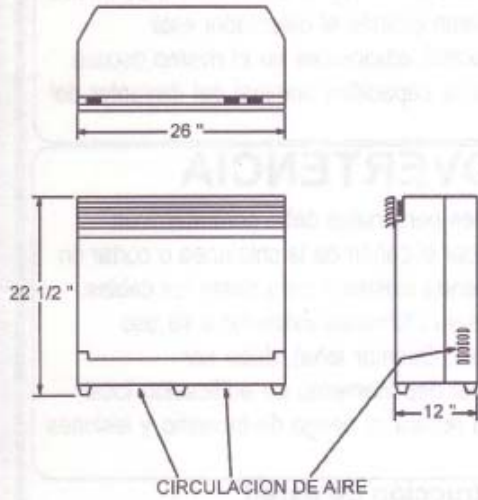

FIGURA 1
- Las dimensiones del Inserto de la chimenea son 26" de ancho (66 cm) X 22 1/2" de alto (57,2 cm) X 12" de profundidad (30,5 cm). (FIGURA 1) Puede que le convenga dejar un espacio alrededor del inserto de 1/4" (0,6 cm) para una instalación más fácil.